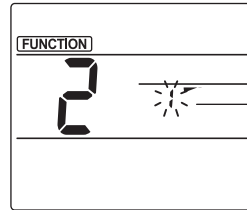

Fig. 2
- ② Kanatçık sayısını seçme (Fig. 2)